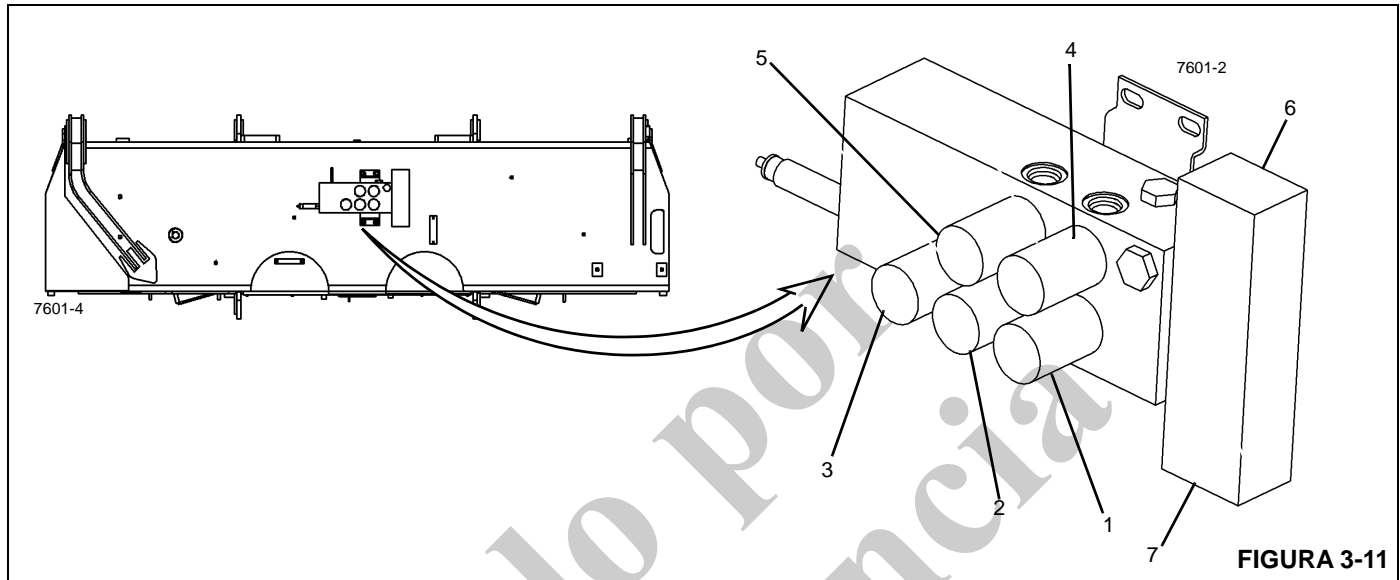
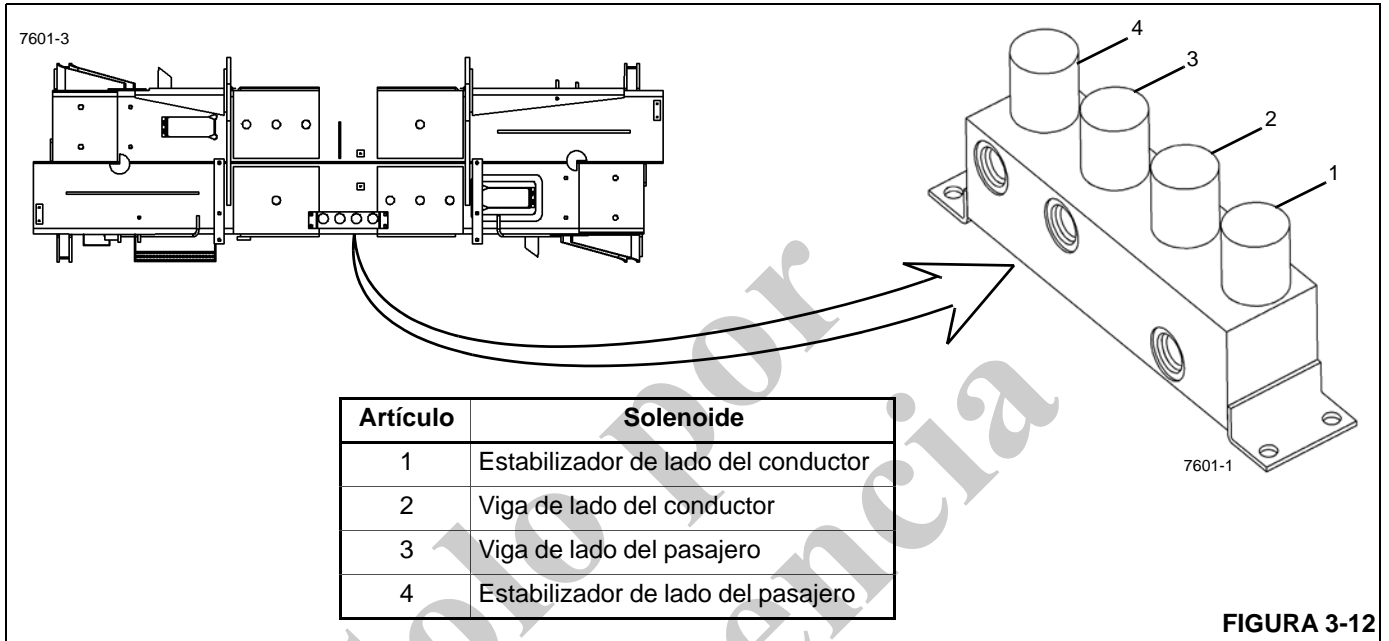

FIGURA 3-11
FIGURA 3-12
(Figura 3-11) y el colector de estabilizadores traseros se monta en el centro de la parte trasera del camión, debajo de la caja de torsión (Figura 3-12).
- El solenoide de estabilizador delantero sencillo (SFO) (Figura 3-11) extiende o retrae el estabilizador delantero
- Los solenoides de componentes (2 al 5) regulan los componentes de los estabilizadores delanteros. Vea la Figura 3-11 para la identificación de solenoides.
- Los solenoides de extensión (6) y retracción (7) regulan las funciones de extensión y retracción de todos los componentes de los estabilizadores delanteros y traseros.
Los solenoides del colector trasero regulan la selección de los componentes de los estabilizadores traseros. Vea la Figura 3-12 (1 al 4) para la identificación de solenoides.